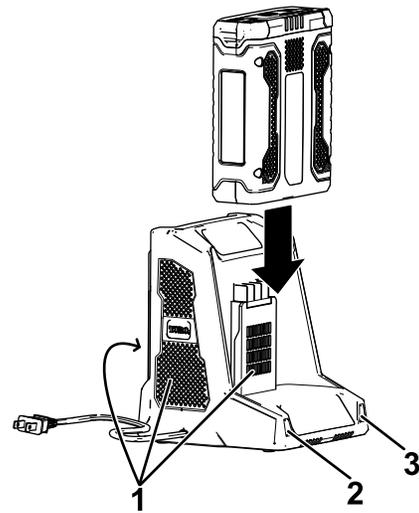

Figura 12
4. Introduzca la batería en el cargador hasta que esté completamente asentada (Figura 12).